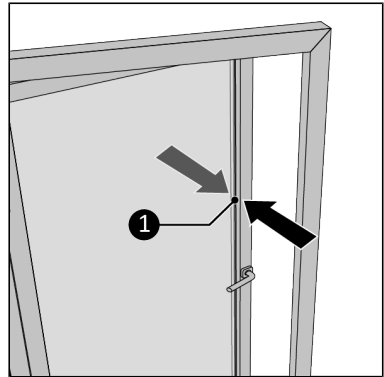

Figuur 23.
17. Vul de open ruimtes (Figuur 23, pos. 2) met het meegeleverde isolatieschuim (Figuur 23, pos. 1). Snijd het schuim waar nodig weg*.